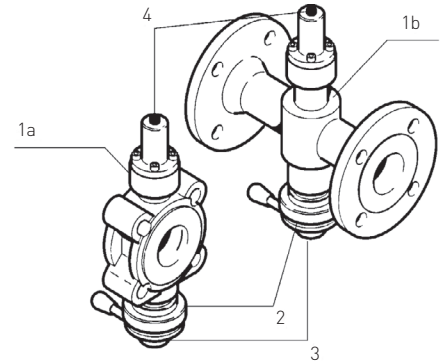

図 1
4.1.1 ピストンシリンジサンプリング用サンプリングバルブ（図 1）